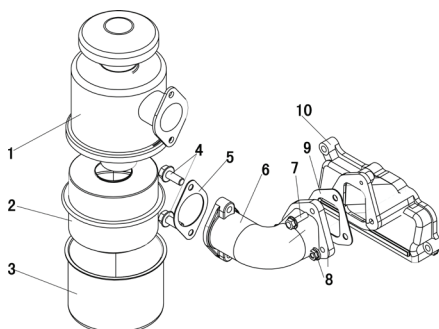

рис.12
- снять нижний стакан-ёмкость масла (рис.12 поз.3);
- вынуть фильтрующий элемент из верхней части держателя (рис.12 поз.2);
- очистить внутреннюю часть крышки фильтра (рис.12 поз.1);